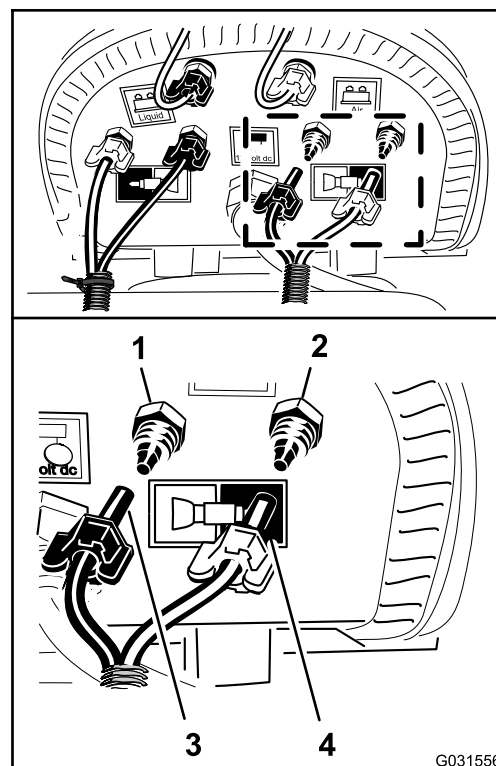

Figure 214
7. Branchez les tubes non repérés (sans attache-câble) en reliant le tube bleu de la section de rampe gauche au raccord à compression du circuit d'eau de la section de rampe gauche (Figure 214).
8. Vissez l'écrou à compression du tube sur le raccord à la main (Figure 214).
9. Branchez le tube transparent pour la section de rampe gauche au raccord à compression pour le circuit d'air de la section de rampe gauche (Figure 214).
10. Vissez l'écrou à compression du tube sur le raccord à la main (Figure 214).